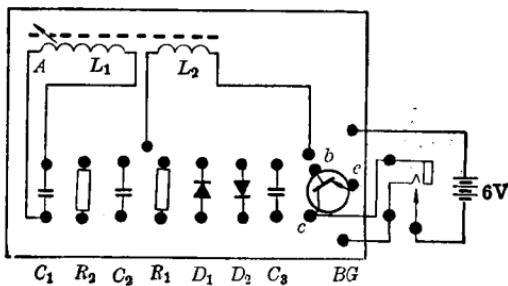

图 3
(3) 按图 3 所示把全部零件焊上电路板。零件要从电路板的反面焊入。